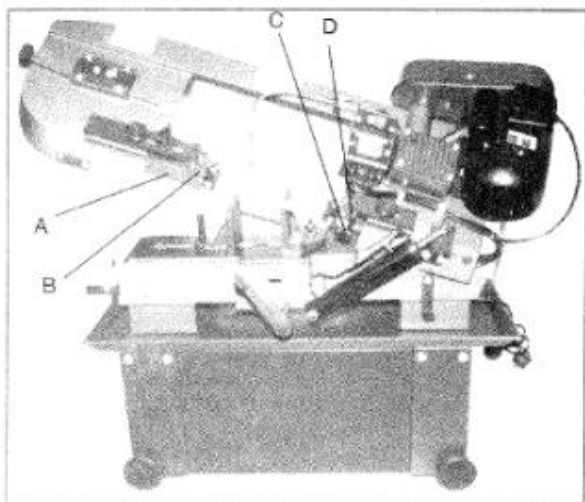

Рис. 10
3. Удалить красный защитный кожух полотна (А на рис. 10), открутив два винта (В).